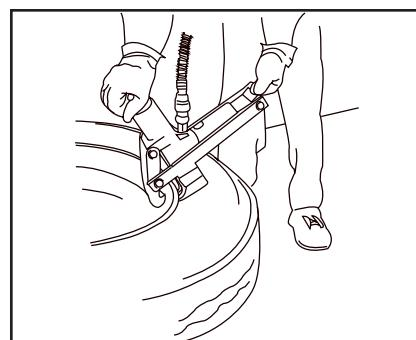

Abbildung 3
1. Die Lufterdruckhydropumpe betreiben, so daß die Spannbacke allmählich an der Felge festgezogen wird. (Siehe Abb. 3.) Sicherstellen, daß die keilförmigen Zähne hinreichend innerhalb des Reifenwulsts plaziert sind und am Felgenhorn anliegen.